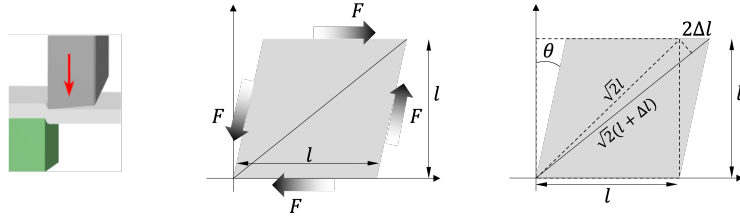

图 7. 剪切应变
4. 剪切应变 (*shear strain*) 弹性体在剪切力的作用也会发生形变, 如图 7所示, 剪切应变定义为,